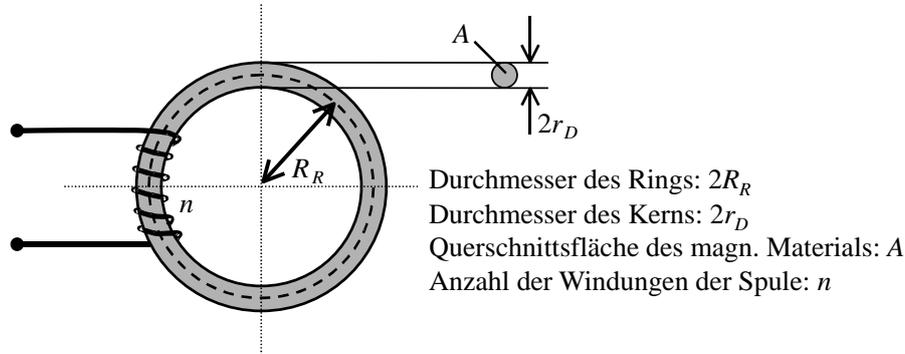

Bild 3: Ringkerntrafo
c) Der in Teilaufgabe a) beschriebene magnetische Werkstoff wird für einen Ringkerntrafo benutzt (Bild 3). Der Ring hat einen Durchmesser von $2R_R = 5\text{cm}$ und der Kerndurchmesser beträgt $2r_D = 1\text{cm}$. Streufelder können vernachlässigt werden und es wird angenommen, dass der magnetische Fluss ψ homogen ist und vollständig im Spulenquerschnitt A fließt (das Volumen des Rings kann als $V \approx 2\pi \cdot R_R \cdot \pi \cdot r_D^2$ angenommen werden).